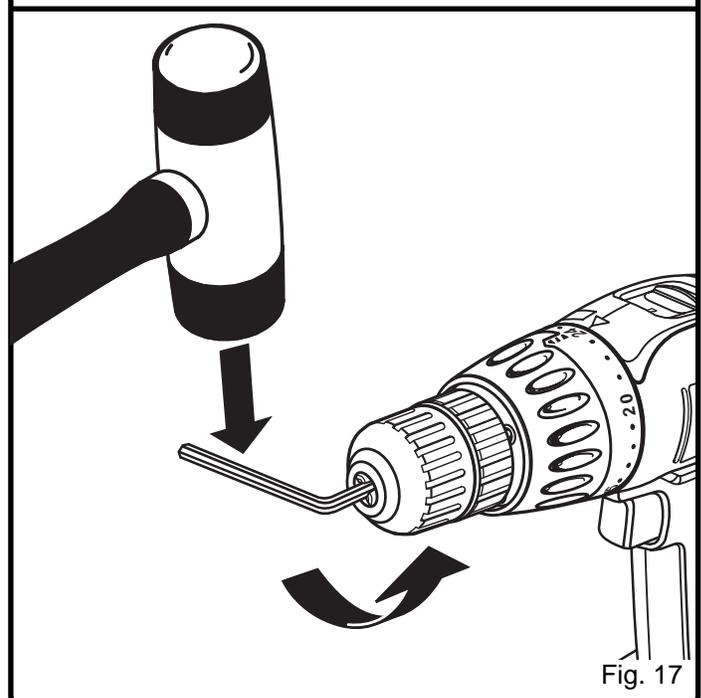

Fig. 17
- Placez la clé hexagonale dans les mâchoires du mandrin et refermez celles-ci avec précaution. Tapotez la clé hexagonale fermement à l'aide d'un maillet dans le sens contraire des aiguilles d'une montre anti-horaire. Ceci désolidarisera le mandrin de la broche. Il peut maintenant être dévissé à la main. Voir la Figure 17.